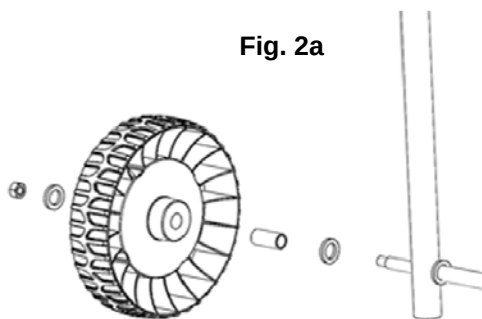

Fig. 2a
3. Coloque el eje en el tubo correspondiente (cubierta del eje). Coloque las arandelas en cada extremo del eje y deslice el eje a través de los orificios de las patas. Agregue una arandela y un espaciador en cada extremo y luego coloque las ruedas. Agregue otra arandela y coloque la tuerca hexagonal en los extremos roscados del eje. Ajuste las tuercas hexagonales haciendo girar las llaves de tubo (provistas) en direcciones opuestas (Ver Fig. 2a, 2b).